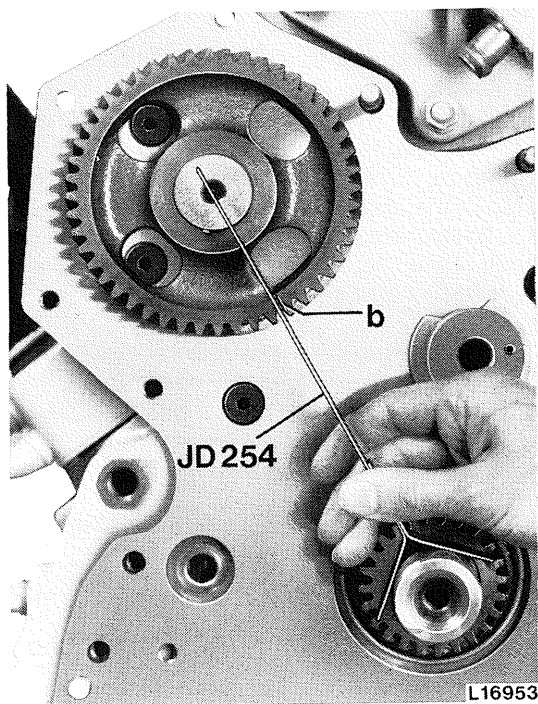

Fig. 3 — Calage du pignon de l'arbre à cames avec l'outil JD 254
5. Après avoir calé le vilebrequin au PMH suivant les instructions du paragraphe 2, faire tourner l'arbre à cames afin que le repère b (fig. 3) de son pignon soit exactement sur la ligne d'axe du vilebrequin et de l'arbre à cames. Effectuer ce calage avec l'outil JD 254.